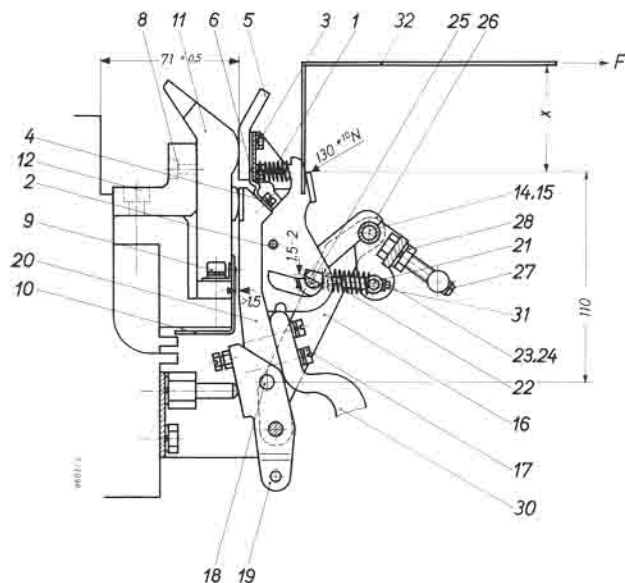

Fig. 4
3.2 Wartung des Kompaktsystems (Fig. 4)
3.2 Servicing the contact assembly (Fig. 4)
3.2 Conservación del sistema de contactos (Fig. 4)
3.3 Auswechseln der Schaltstücke (Fig. 4)
3.3 Exchanging contact elements (Fig. 4)
3.3 Recambio de los contactos (Fig. 4)